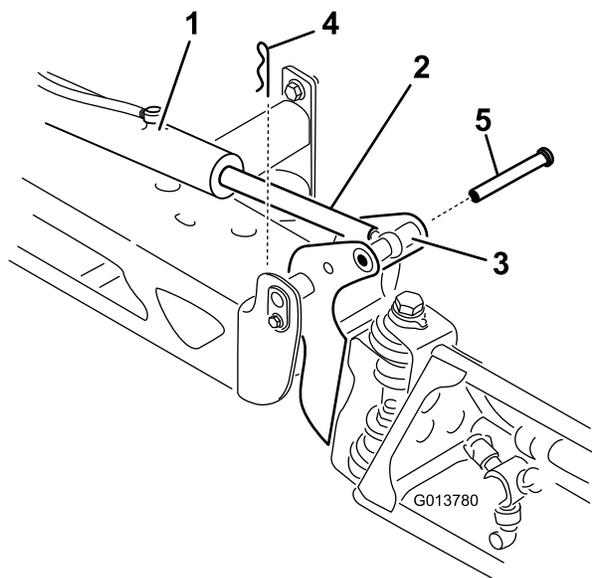

图64
2. 从枢轴销（图64）上拆下开口销。
3. 提起喷洒臂、然后拆下柱销（图64）。慢慢将喷洒臂降落到地面上。
8. 提升喷洒臂、使其枢轴对准提升器杆。支撑住喷洒臂、将柱销插入喷洒臂枢轴和提升器杆（图64）。